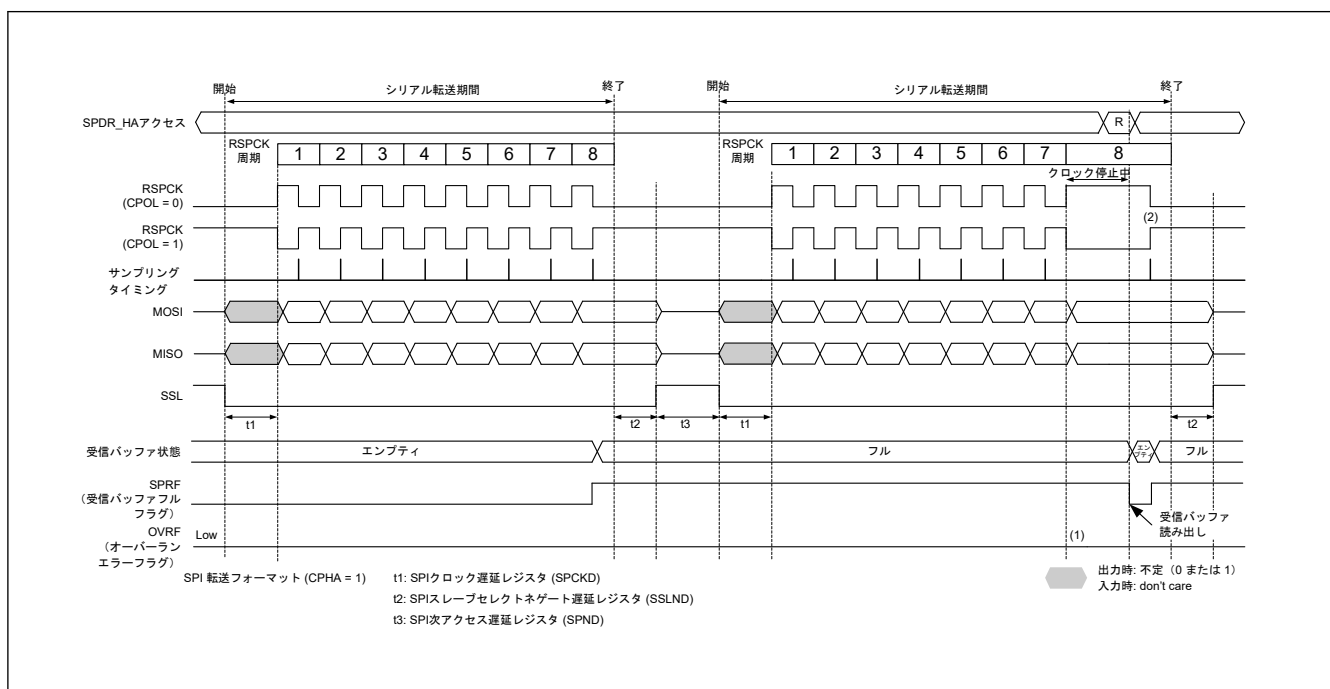
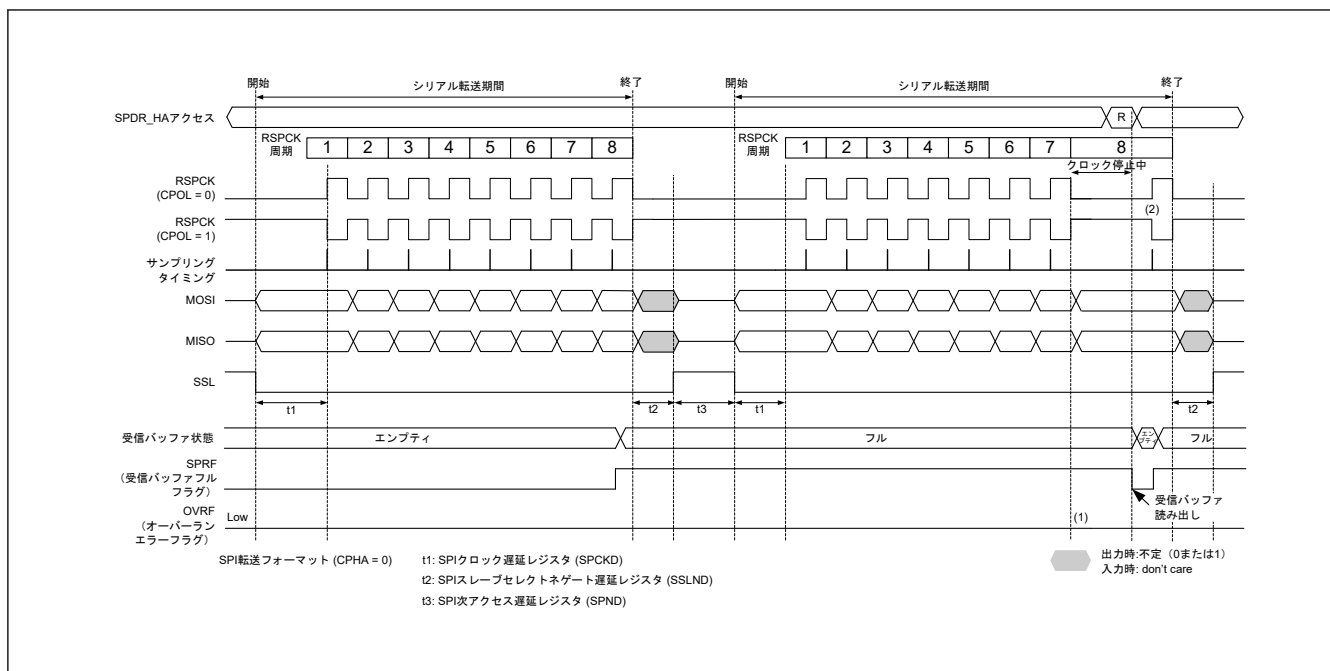

図 27.29 マスタモードの受信バッファフルの状態でのシリアル転送が継続するときのクロック停止波形 (CPHA = 1)
図 27.30 マスタモードの受信バッファフルの状態でのシリアル転送が継続するときのクロック停止波形 (CPHA = 0)
マスタモードで RSPCK 自動停止機能を有効 (SPCR2.SCKASE = 1) にした場合は、オーバーランエラーが発生しません。図 27.29 と図 27.30 に、マスタモード時の受信バッファフルの状態でのシリアル転送が継続するときのクロック停止波形を示します。
以下に、図 27.29 および図 27.30 の (1)、(2) に示したタイミングでのフラグ動作を説明します。